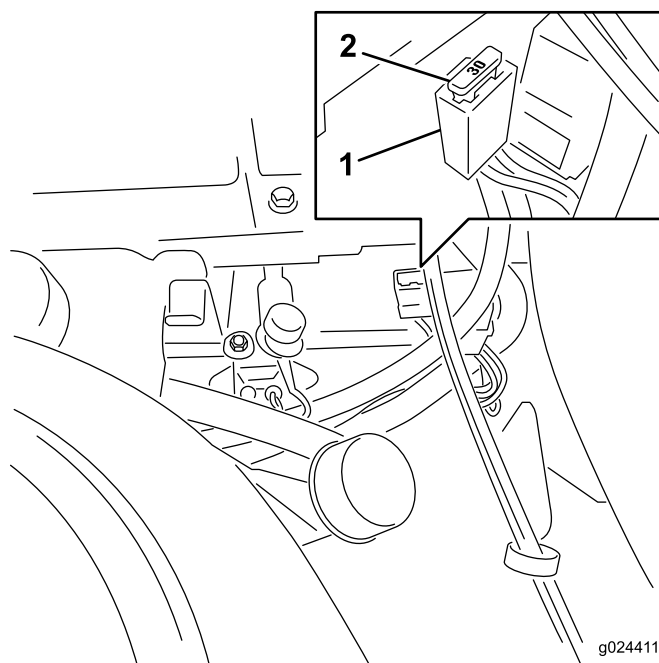

Figura 43
Nota: Los fusibles están situados en la consola de la derecha, junto al asiento (Figura 43).
4. Alinee el fusible nuevo con la ranura del bloque de fusibles (Figura 43).
5. Inserte el fusible a presión en el bloque de fusibles hasta que esté correctamente asentado (Figura 43).